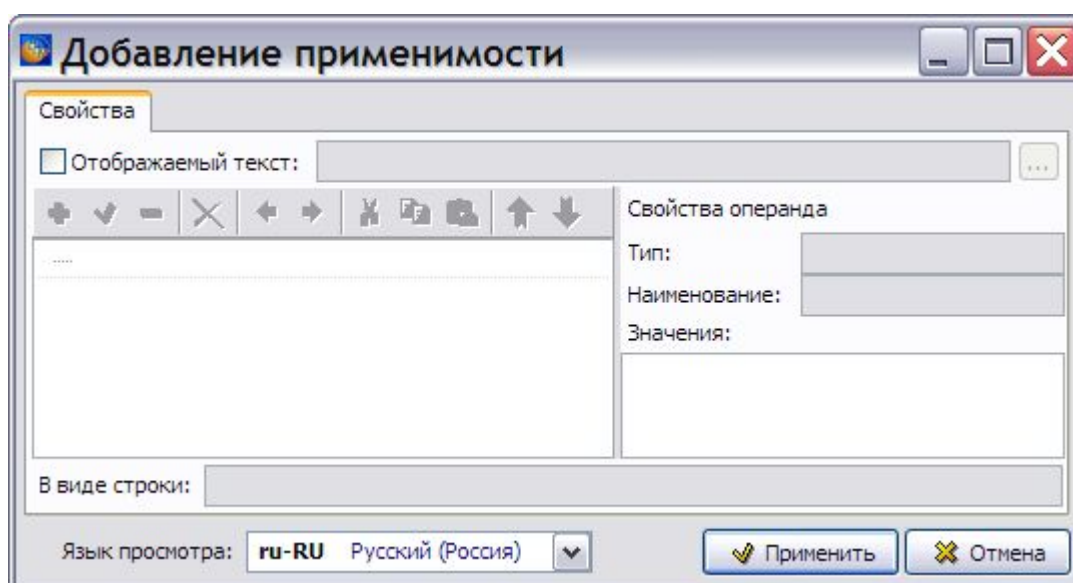

Рис. 10.28
2. Нажмите на кнопку **Добавить применимость (Ins)** . При этом откроется диалоговое окно **Добавление применимости** (Рис. 10.28).